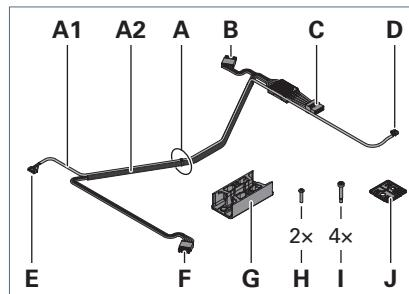

Fig. 1: Beipack Adapter Doppel T.
- Entnehmen Sie die Komponenten des Beipacks erst, wenn diese im jeweiligen Montageschritt benötigt werden, siehe Fig. 1.
- ▶ Nehmen Sie den Litzensatz **A** aus dem Beipack, siehe Fig. 1.